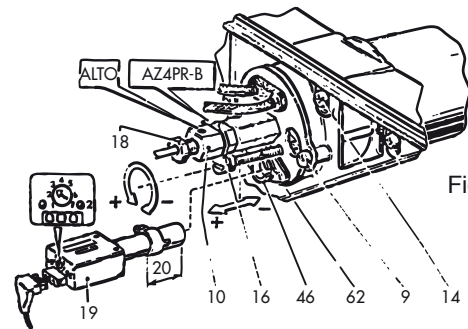

Fig. 8
- Regolare la fiamma agendo opportunamente; sia sulla regolazione dell'aria tramite la vite (13) e relativa ghiera (12), che sull'avanzamento o arretramento del canotto portaugello (10); per quest'ultima regolazione agire sulla vite (62).
- Si consiglia di arretrare il canotto "-" per portate elevate o prossime alla portata massima ed avanzarlo "+" per portate ridotte (vedi fig. 8 e 12).
N.B.: Se il bruciatore non si mette in funzione, controllare che sia avvenuto l'innescio della pompa e, in caso contrario, provvedere manualmente svitando la vite attacco manometro (27) e riavvitandola non appena si denota la fuoriuscita dell'olio combustibile dal foro.